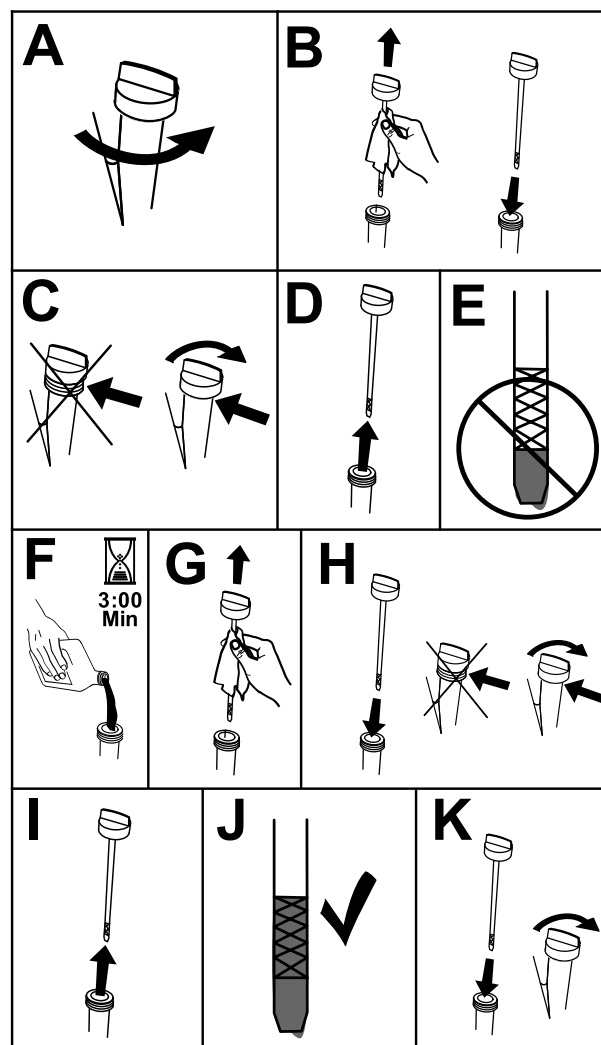

Figura 41
3. Pentru a ine murdăria, iarba tăiată etc. departe de motor, curăai zona din jurul buonul rezervorului de ulei i al jojei înainte de a o scoate (Figura 41).